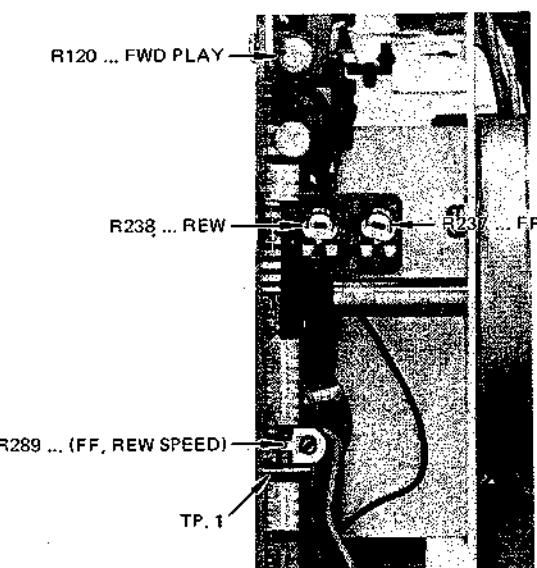
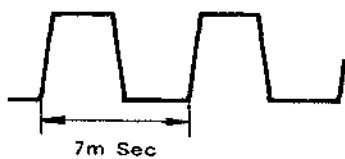

図5 テープ・テンション調整箇所
図7 TP.1 の波形
- (1) パワー/サーボ基板のTP.1(図5参照)にオシロスコープを接続する。
- (2) デッキをFFモード又はREWモードにする。
- (3) TP. 1の波形の波長が 7 m sec になるようにR289(図5参照)を調整する……………図7
- (4) FFとREWで大きな差がないことを確認する。